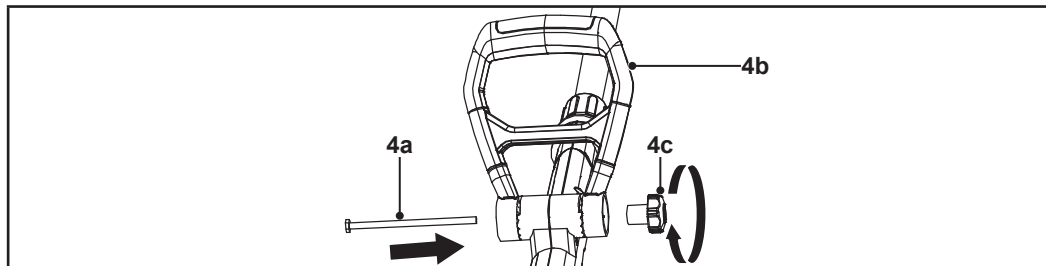

Fig. 1
2. Instale a pega auxiliar (4b) no eixo da caixa (Fig. 1).
3. Fixe a pega auxiliar (4b) com o parafuso comprido (4a) e com o bloqueio rotativo da pega auxiliar (4c) (Fig. 1).